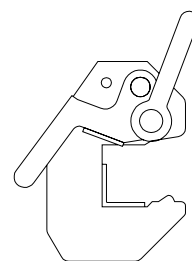

Fig. 23.3
1. Ouvrir le levier de sécurité au maximum (Fig. 23.3).